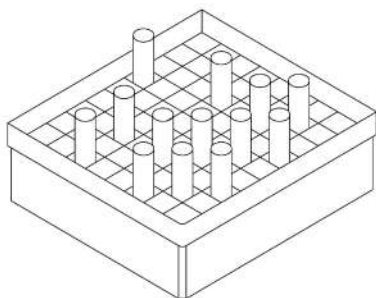

Рис. 117. Штатив для
2. **Штитив для пластиковых пробирок** (рис.117) емкостью 5 мл предназначен для одновременной установки большого количества (до 100) пробирок, для их безопасного хранения и перевозки. Изготавливается из полистирола.